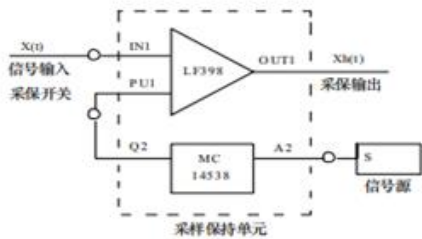

图 5.1-3 采样保持电路
- (1) 按图 5.1-3 接线。检查无误后开启设备电源。
- (2) 将正弦波单元的正弦信号（将频率调为 2.5HZ）接至 LF398 的输入端“IN1”。（3）调节信号源单元的信号频率使“S”端的方波周期为 20ms 即采样周期 T = 20ms。（4）用示波器同时观测 LF398 的 OUT1 输出和 IN1 输入，此时输出波形和输入波形一致。
- (5) 改变采样周期，直到 200ms，观测输出波形。此时输出波形仍为输入波形的采样波 形，还未失真，但当 T > 200ms 时，没有输出波形，即系统采样失真，从而验证了香农定理。
1. 信号的采样保持：电路如图 5.1-3 所示。